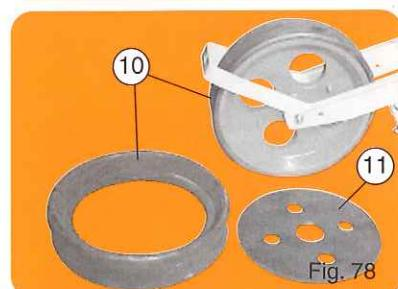

Fig. 78
- Bandage souple autonettoyant sur roue concave (10) (fig. 78).
- Rondelle intercalaire sur roue concave (11) (fig. 78) contre les pierres.
- Selbstreinigende Gummireifen für Konkavandruckrolle (10) (Abb. 78).
- Zwischen scheibe aus Gummi für Konkavandruckrolle (11) (Abb. 78), die verhindern soll, daß Steine sich zwischen die Konkavrollen einklemmen.
- Self-cleaning rubber tire on concave press wheel (10) (fig. 78).
- Round insert for concave press wheel (11) (fig. 78) against stones.